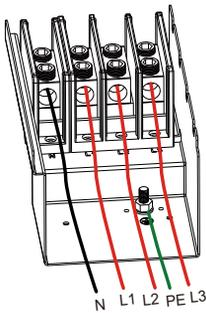
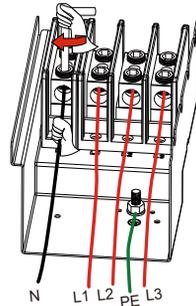

图5.9 AC电缆连接端子
图 5.10 拧紧AC接线电缆
2) 将电缆穿过接线盒、防水套，插入接线端子（图为三相线连接接线盒，地线拧在逆变器外壳上的接线方式）如图5.9，用六角螺丝刀将，将线束压到接线端子上，如图5.10所示。